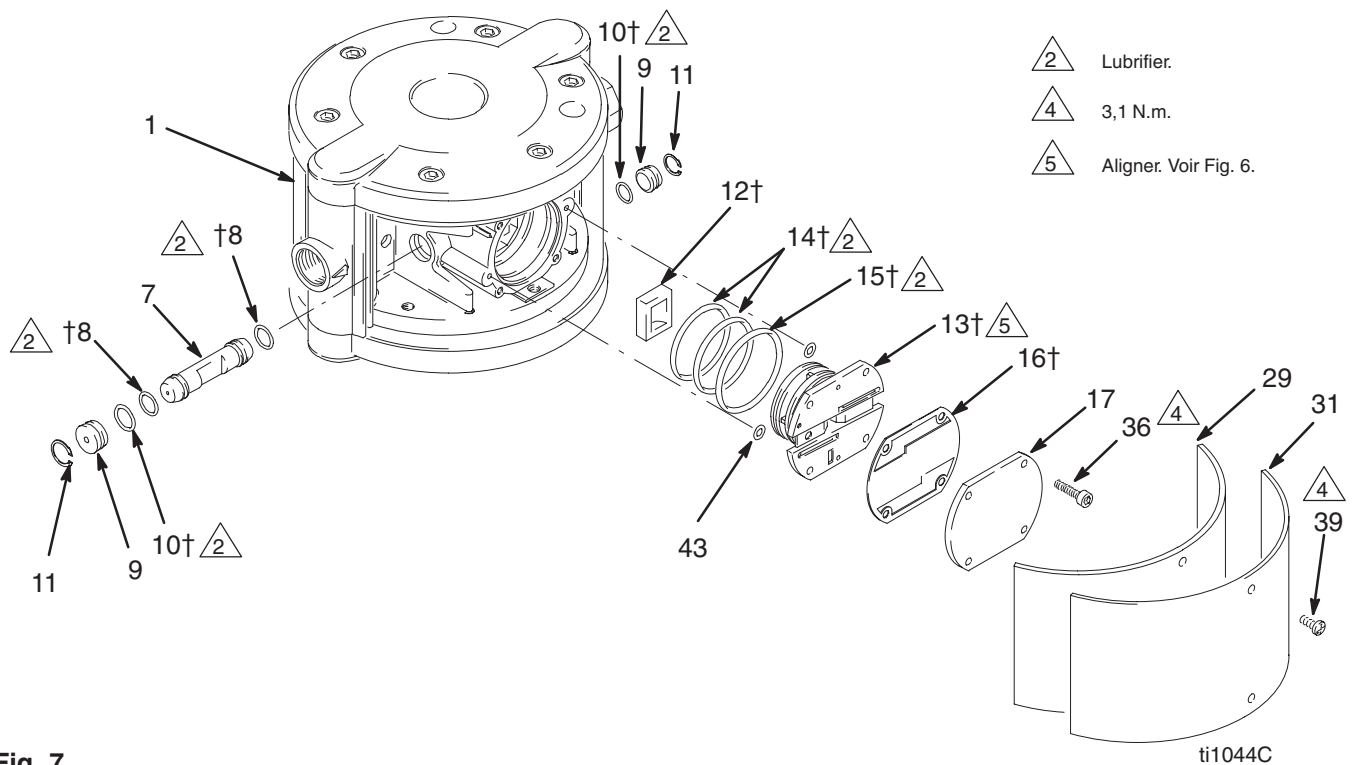

Fig. 7
1. Démontez la coque (31) et le coussin en feutre (29).
2. Enlever les quatre vis (36), le couvercle de la vanne d'air (17) et le joint (16). Voir Fig. 7.
3. Voir Fig. 6. Noter l'orientation de l'embase de vanne d'air (13). Extraire l'embase du corps de pompe (1). Enlever les trois joints toriques (14, 15) et les deux joints toriques (43) de l'embase. Voir Fig. 7.
4. Sortir la cuvette de la vanne d'air (12) du corps de pompe (1).
5. Enlever la bague de fixation (11) et le bouchon des deux côtés (9) et faire glisser le tiroir (7) du corps de pompe (1). Enlever les joints toriques (8, 10) du tiroir et le bouchon.
1. Lubrifier les joints toriques (8†) et les mettre sur le tiroir (7). Faire coulisser le tiroir dans le corps de pompe (1), l'encoche étant tournée vers l'extérieur, comme indiqué à la Fig. 7.
2. Lubrifier chaque joint torique (10†) et les placer sur les bouchons (9). Mettre un bouchon de chaque côté pour fixer le tiroir (7). Monter les bagues de fixation (11) pour maintenir ces éléments en place.
3. Mettre la cuvette de la vanne d'air (12†) dans l'encoche du tiroir (7) avec le côté ouvert tourné vers l'extérieur.
4. Mettre deux joints toriques (43) dans le lamage du moteur pneumatique.